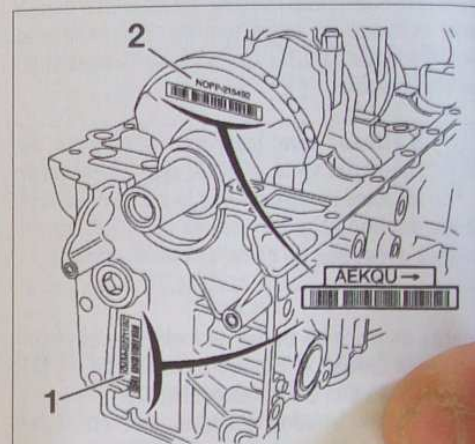

FIG.64
- Des repères sur le carter-cylindres (1) et sur le vilebrequin (2) permettent leur appariement. Ces repères sont réalisés au moyen d'un code comportant 5 lettres d'identification des coussinets à monter (Fig.64), chaque lettre correspondant à un palier du n° 1 au n° 5 dans l'ordre croissant (n° 1 côté volant moteur). La flèche en bout du code indique le côté distribution.